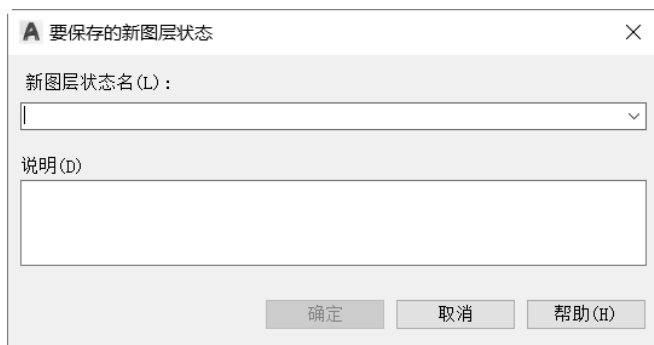

图 6-28 “要保存的新图层状态”对话框
- (1) “图层状态”列表框: 在该列表框中列出图形中已保存的图层状态。
- (2) “不列出外部参照中的图层状态”复选框: 该复选框用来控制是否显示外部参照中的图层状态。
- (3) “新建”按钮: 单击该按钮, 则打开图 6-28 所示的“要保存的新图层状态”对话框。